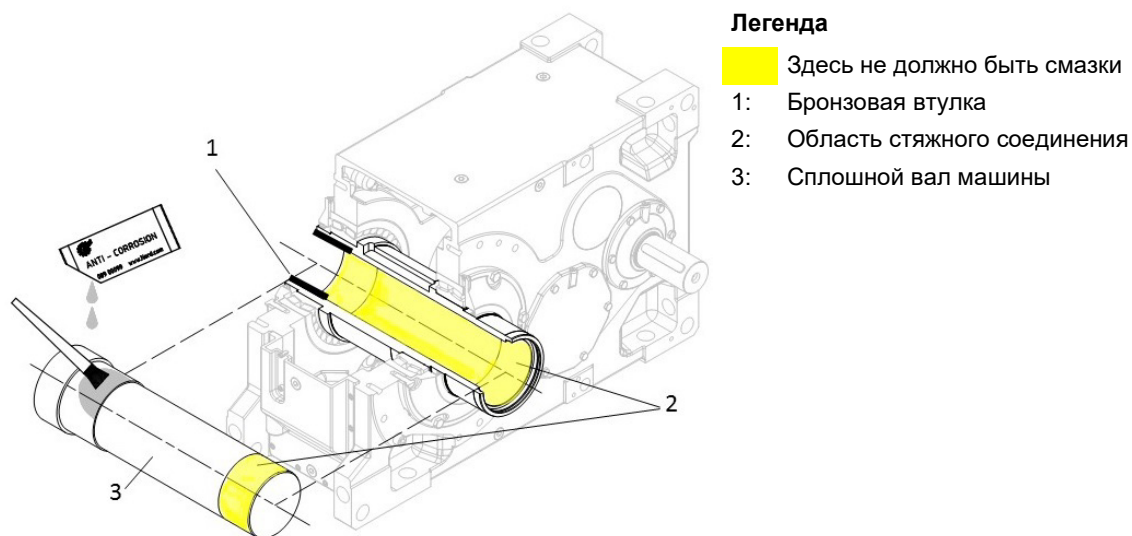

Рисунок 14: Монтаж сплошного вала машины при наличии полого вала специальной конструкции с применением стяжной муфты
4. Если полый вал имеет специальное исполнение с бронзовой втулкой, необходимо нанести смазку на сплошной вал машины в той зоне, которая позже будет контактировать с втулкой полого вала (Рисунок 14). Бронзовая втулка не нуждается в смазке. На месте посадки стяжной муфты не должно быть смазки.